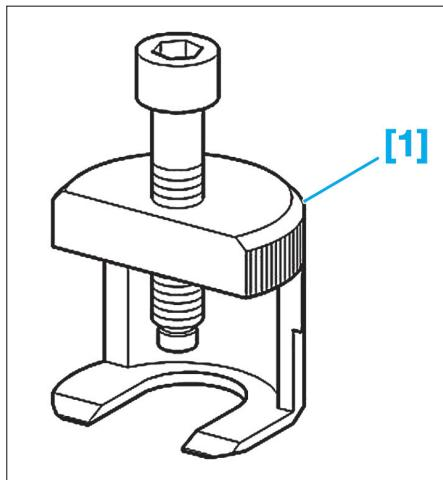

Fig. 26
- [1]. Extracteur de bras d'essuie-vitre (réf : 1335) (Fig.26).